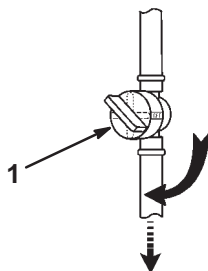

Figure 9
1. Ouvrez l'arrivée de carburant (Fig. 9) située entre le réservoir de carburant et le moteur. La poignée doit être parallèle au flexible d'alimentation.